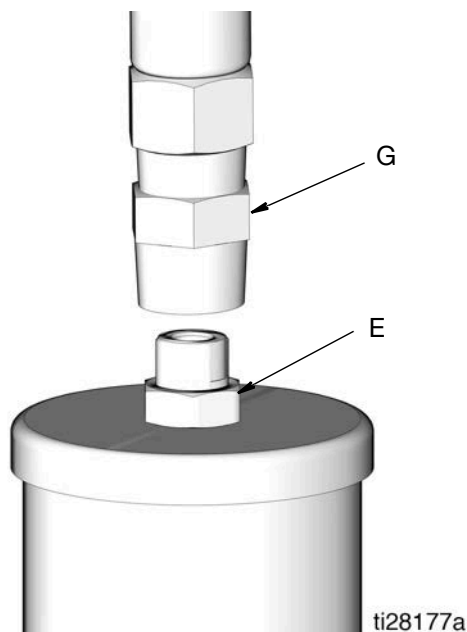

FIG. 7
3. Débrancher la conduite d'alimentation en lubrifiant (G) de la sortie de la pompe (E) (FIG. 7).
5. Faire fonctionner la pompe durant quelques mouvements de pompage jusqu'à ce que l'huile purgée sorte de la sortie (E) de la pompe (FIG. 7).